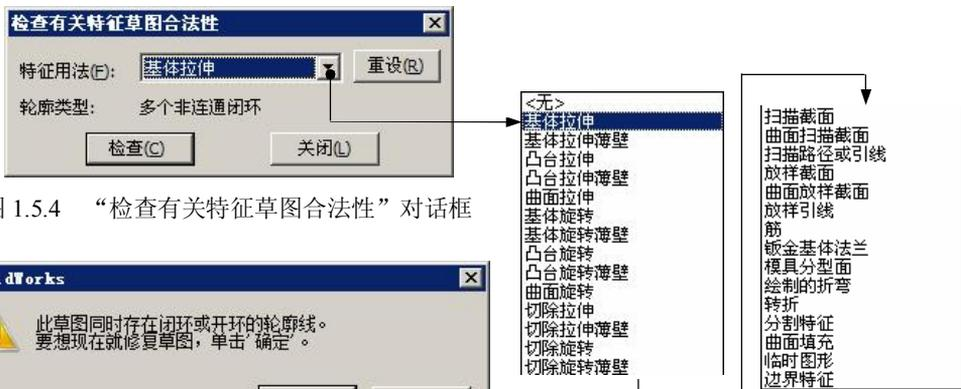

图 1.5.4 “检查有关特征草图合法性”对话框
(1) 选择命令。选择下拉菜单 **工具(T)** → **草图工具(S)** → **检查草图合法性(C)...** 命令, 系统弹出图 1.5.4 所示的“检查有关特征草图合法性”对话框。